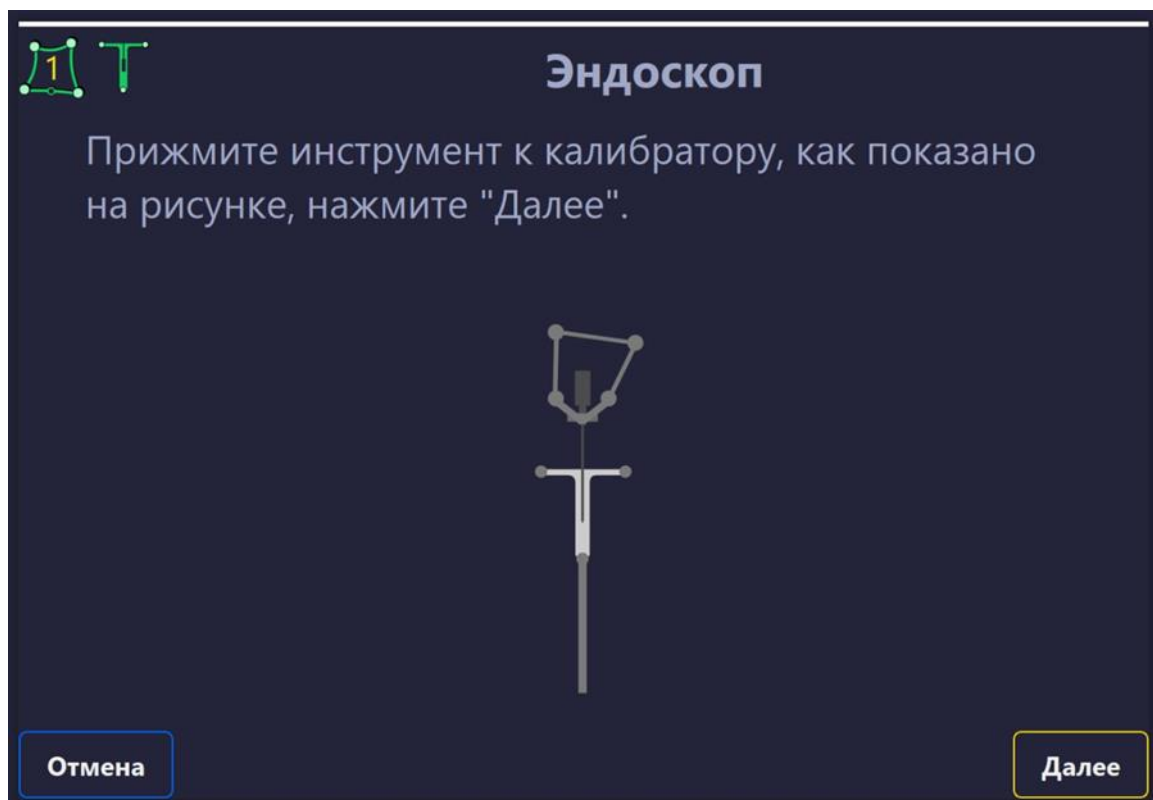

Рисунок 159 – Установка инструмента в нижнюю лунку калибратора
5. Установить инструмент в нижнюю лунку и прижать к калибратору в соответствии с изображением на экране (рисунок 159).